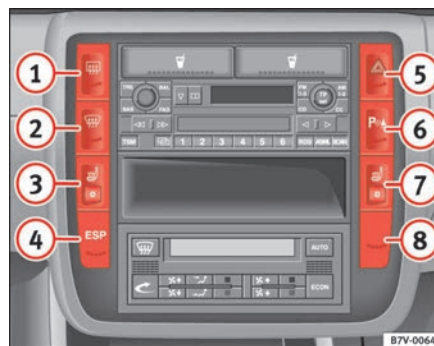

Abb. 87 Mittelkonsole: Regler für die Sitzheizung
- Drehen Sie den jeweilige Regler ⇒ **Abb. 87**, um die Sitzheizung einzuschalten. In Grundstellung **0** ist die Sitzheizung ausgeschaltet.